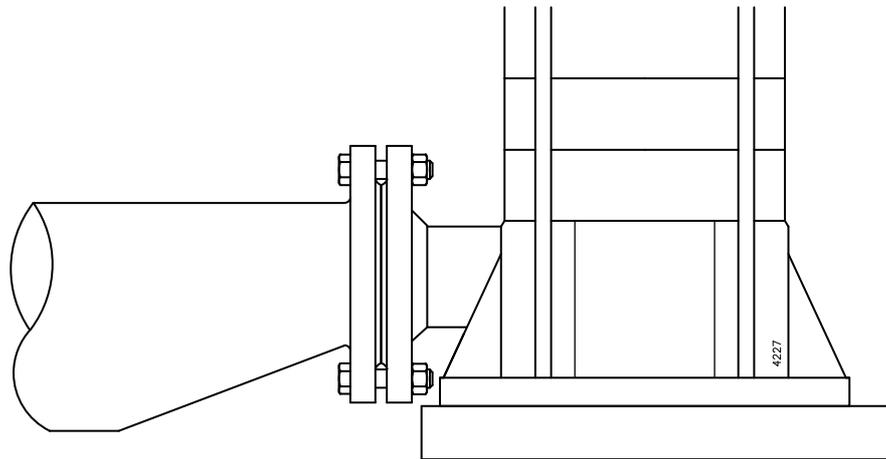

Figura 2: Riduzione eccentrica verso la flangia d'aspirazione.
- Il passaggio del liquido nel tubo d'aspirazione deve essere calcolato con molto margine. La suddetta tubazione deve essere più corta possibile e sistemata in maniera che non sia reso possibile il formarsi di sacche d'aria. Qualora ciò non fosse possibile, deve essere prevista la possibilità di sfiatare l'aria dal punto più alto. Se il tubo d'aspirazione fosse più grande della flangia d'aspirazione, sarà necessario utilizzare una riduzione in modo da impedire la formazione di sacche d'aria e vortici. Vedere la figura 2.